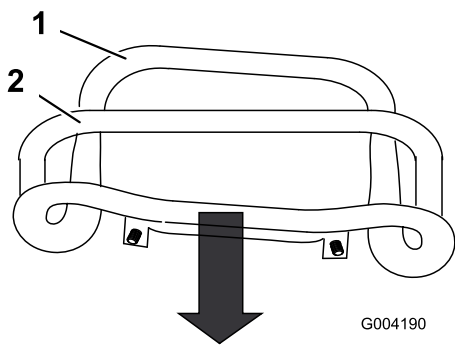

Figura 52
3. Puxe para trás o controlo de tração de modo a que a parte da frente do controlo entre em contacto com a barra de referência (Figura 52).